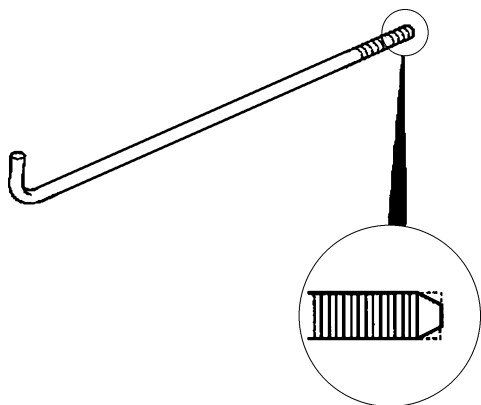

图 23-78 将螺栓的一端打磨成尖头
- 11) 按照图 23-78 所示，找一只从蓄电池支架上拆下的螺栓，把螺栓的一端打磨成尖头。